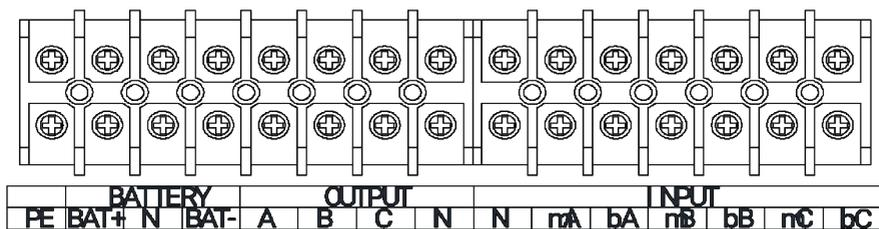

Fig.3-4 Terminali di connessione per i modelli 10/20kVA
2. Aprire la porta posteriore dell'armadio, rimuovere il coperchio di plastica. I terminali di ingresso e uscita, i terminali della batteria e il terminale di terra protettiva sono illustrati nelle Figure 3-4 e 3-5.
3. Collegare il filo di terra protettiva al terminale di terra protettiva (PE).